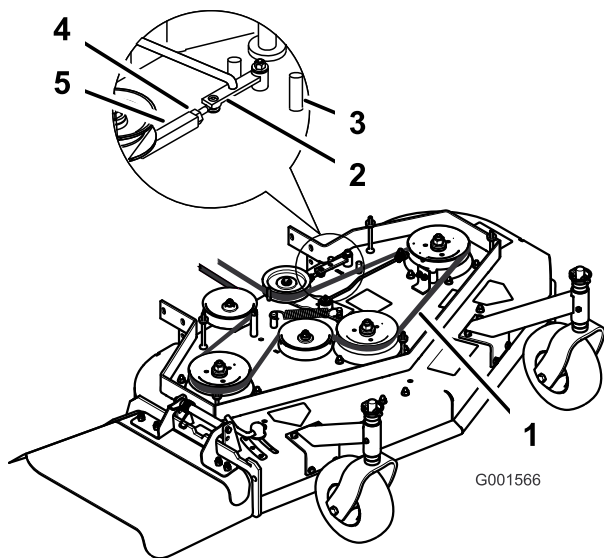

Figure 46
3. Desserrez le contre-écrou sur le tendeur (Figure 46).
4. Tournez le tendeur vers l'arrière du tablier de coupe pour augmenter la tension sur la courroie. Tournez le tendeur vers l'avant du tablier de coupe pour réduire la tension sur la courroie (Figure 46).